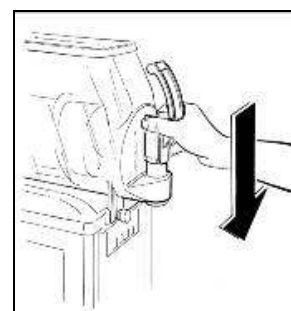

Fig. 18
- Vuelva a montar el grifo (fig.18) aplicando la grasa de vaselina en las empaquetaduras para facilitar el deslizamiento del mismo en su asiento hasta la completa introducción.